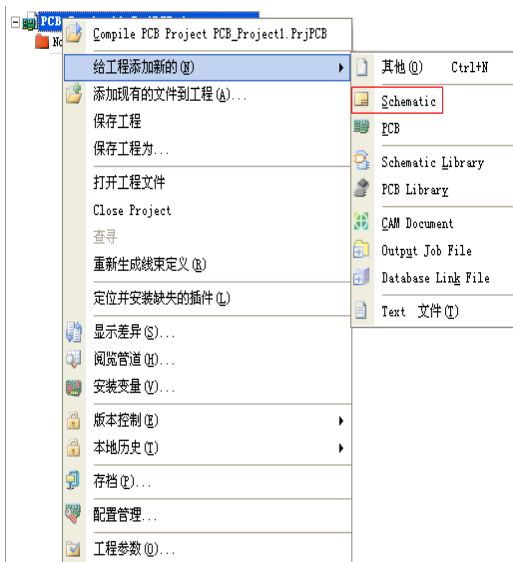

图 8-27 新建原理图文件
Step3 在“Projects (工程)”面板的项目文件上右击,在弹出的右键快捷菜单中单击“给工程添加新的”→“Schematic (原理图)”命令,如图 8-27 所示,新建一个原理图文件,并自动切换到原理图编辑环境。